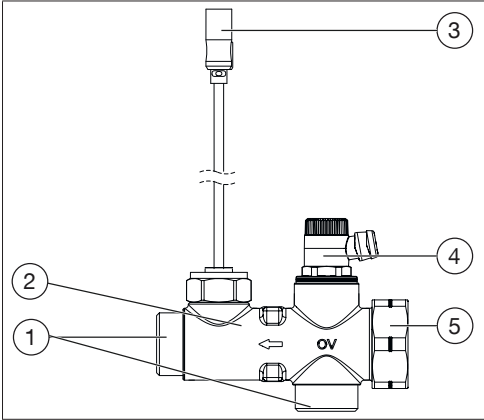

Fig. 1: Configuration
- Desserrer les écrous de serrage (voir Fig. 1 (1)) du capteur de débit et le démonter de la tuyauterie.
S'il existe un module de bouclage d'E.C.S., retirer le capuchon (voir Fig. 1 (5)).
- Placer les joints fournis dans les écrous de serrage (voir Fig. 1 (1)) et serrer ces derniers. (Couple 45 Nm).